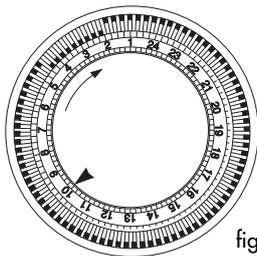

fig.5
- Consulte as horas no seu relógio. Suponhamos que são 10:00. Rode o disco numerado do programador no sentido dos ponteiros do relógio até fazer coincidir o número 10 do disco com o ponteiro de referência ▲ impresso no programador (fig.5).